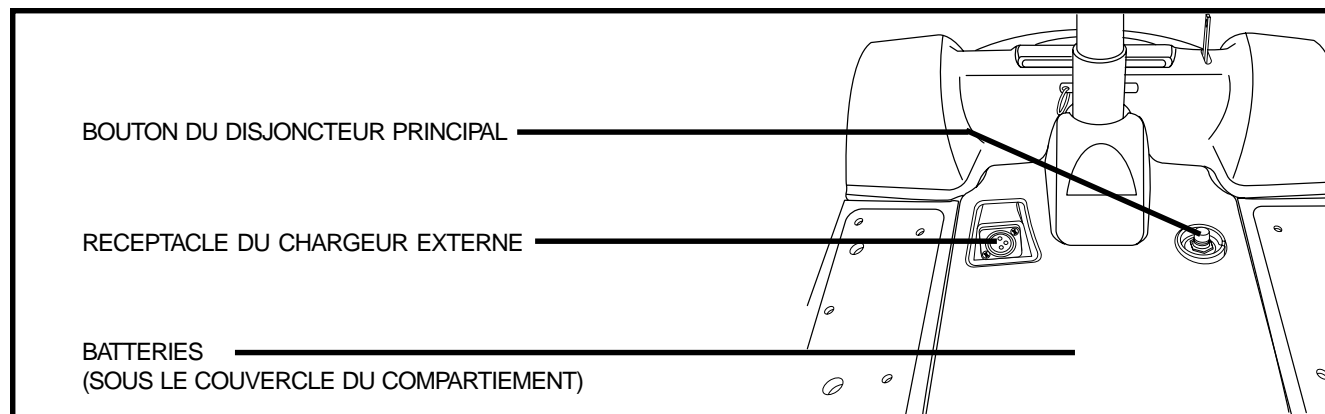

Figure 8. Composantes du système de recharge
Le système est composé des batteries, du réceptacle du chargeur externe, et du disjoncteur du circuit principal. Voir la figure 8.
5. Branchez le connecteur 3-fiches du chargeur dans le réceptacle du chargeur. Voir la figure 8.